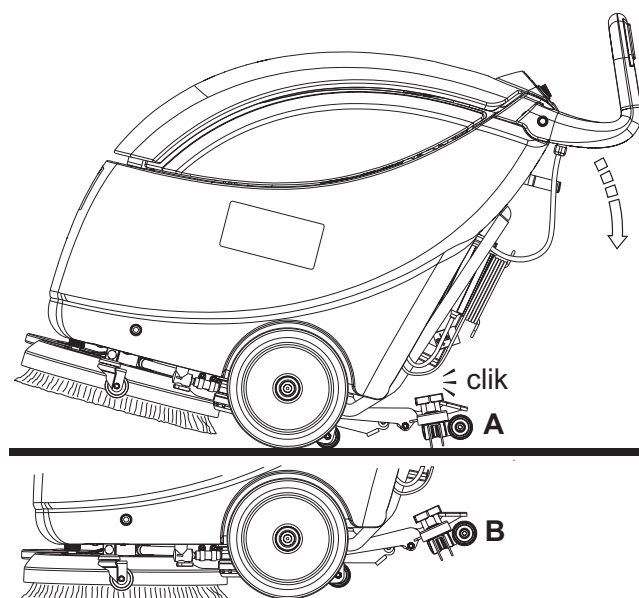

Figure 3
10. Relâcher les boutons-poussoirs de rotation de la brosse (51).
11. Pousser l'interrupteur (53) en position « 0 » pour arrêter le moteur d'aspiration.
12. Pousser l'interrupteur (52) en position « 0 » pour arrêter le moteur de la brosse.
13. Porter l'interrupteur général (26) sur « 0 » pour arrêter la machine.
14. Débrancher la fiche du câble d'alimentation (21) du réseau électrique et l'enrouler autour du logement.
15. Actionner la goupille de positionnement (24), puis activer le dispositif de transport / stationnement (23a) de la machine pour soulever la brosse / plateau support disque (voir la Figure 3).
1. Saisir le guidon (2), le baisser jusqu'à ce que la roue arrière (7) ne touche le sol (A, Fig. 3) puis accrocher l'embouchure en position soulevée (B).